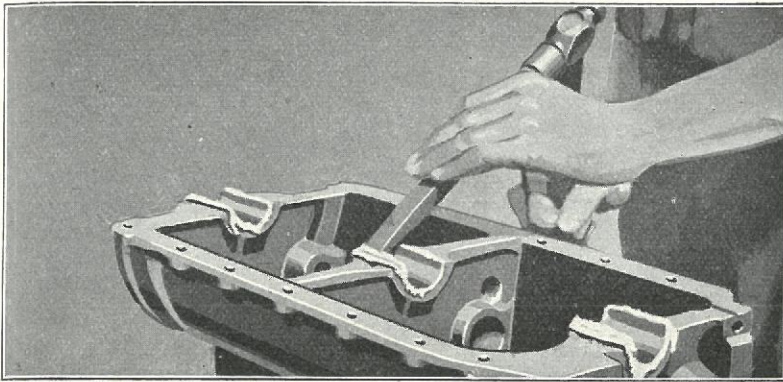

Fig. 151
- 231** Den næste Operation er at bortmejsle det overflødige Lejemetal, dette gøres indvendig fra som vist paa Fig. 151.